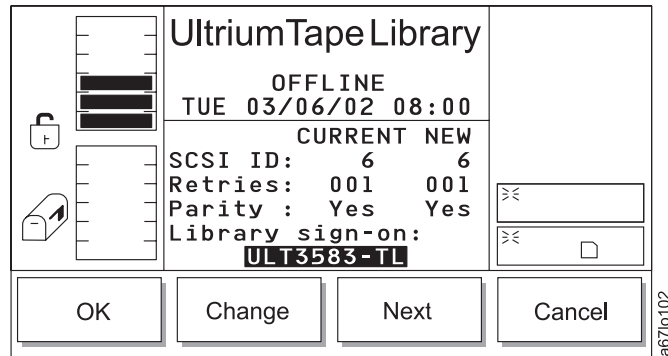

Abbildung 143. Kassettenarchivdialog
- Wird **Next** ausgewählt, wird das nächste Feld in der Liste zum aktiven Feld. Ist das nächste Feld das Feld Library sign-on und drücken Sie die Taste unter **OK**, erscheint der Kassettenarchivdialog (siehe Abb. 143 auf Seite 159).
Tabelle 92. Übersetzung von Abb. 143, Kassettenarchivdialog